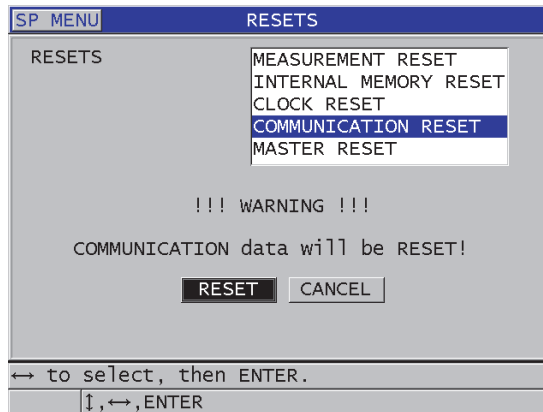

Figura 14-13 Selección del parámetro REINICIO DE COMUNIC.
3. En la pantalla **REINICIOS** (ver Figura 14-13 en la página 303):